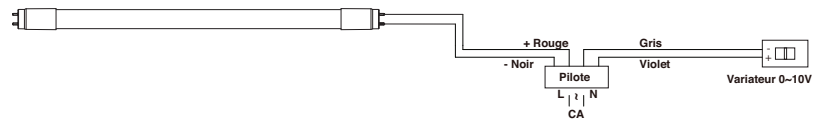

Figure 2a
**Étape 8:** Pour le câblage à un bout, consulter les **Figure 2a, 2b, 2c or 2d**.